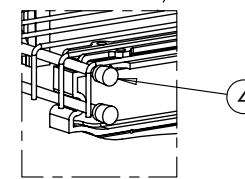

Fig. 2
- 1 - Alinhe e posicione os trilhos conforme medidas do desenho e marque a posição dos furos (Fig. 2).